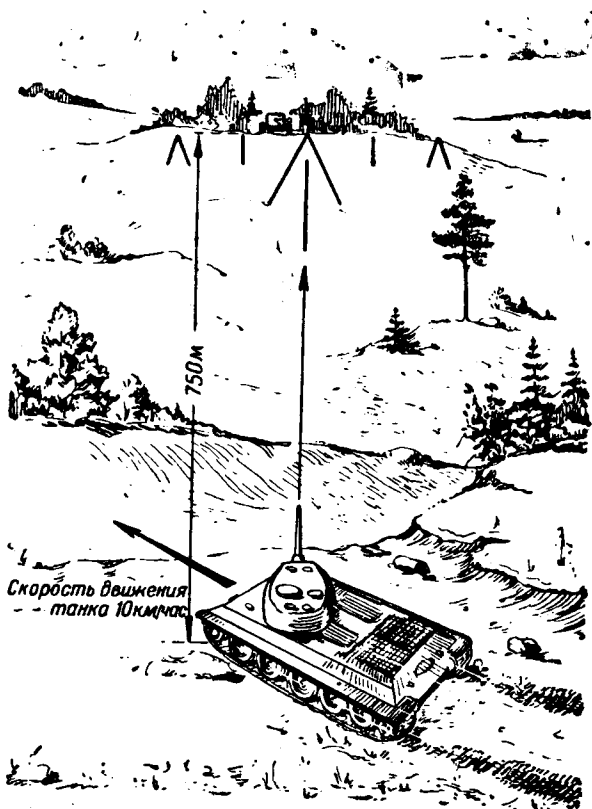

Рис. 30. Стрельба с хода по неподвижной цели
**Пример.** Цель — противотанковое орудие. Расстояние до цели определено 750 м; скорость танка 10 км/час. Движение облическое влево (рис. 30). Боковая поправка — вправо на 1 фигуру.